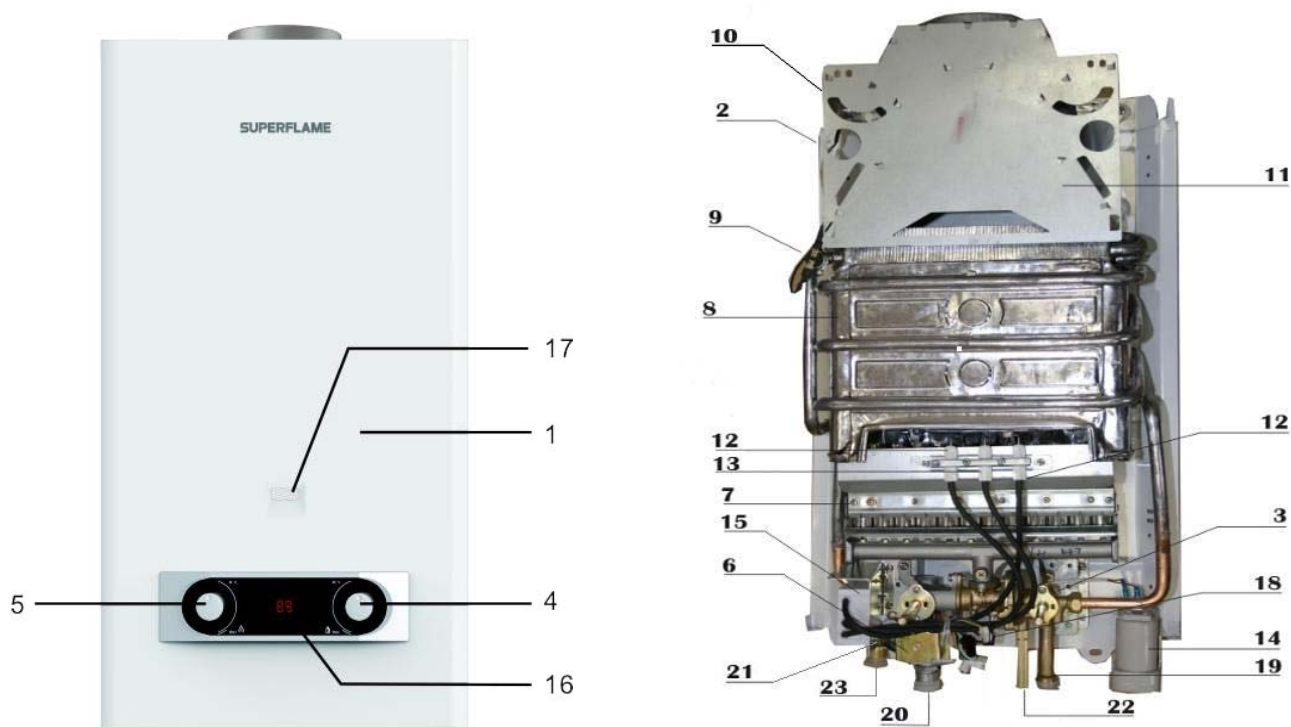

Рис. 1. Аппарат водонагревательный проточный газовый бытовой "SUPERFLAME"
Составные части изделия, поясняющие принцип устройства аппарата и требующие технического обслуживания во время эксплуатации, показаны на рис. 1.
Рис. 1а.Аппарат водонагревательный проточный газовый бытовой "SUPERFLAME"
2.4.1 Аппарат настенного типа имеет прямоугольную форму, образуемую съемной облицовкой 1, установленной на каркасе 2 (см. рис. 1).
Водогазовый узел 3 (см. рис.1) предназначен для включения аппарата и обеспечения регулирования температуры воды и расхода газа. Узел состоит из двух регуляторов: водяного и газового, а также механического газового клапана.
Конструкция регулятора водяного осуществляет открывание механического газового клапана и подачу газа к горелке только при наличии протока воды, одновременно обеспечивая открывание электромагнитного клапана 6 (см. рис. 1).
2.4.5 Описание аппарата и назначение основных узлов модели с модуляцией пламени (рис.1а)